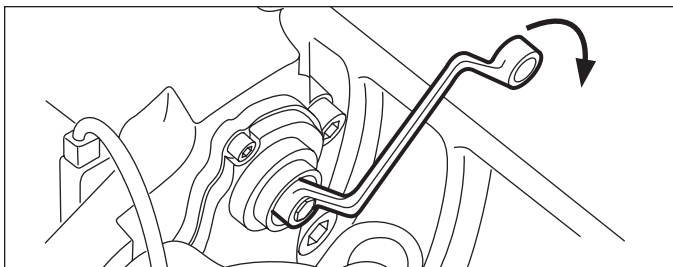

Figure 14 – Rotation horaire
5. Avec une clé fermée 10 mm, 6 points de prise, tourner l'embout de cisaillement dans le sens horaire jusqu'à ce que les garnitures touchent le disque. Remarque : Ne pas utiliser une clé à fourche, car l'embout pourrait alors subir des dommages. (Cf. Figure 14.)